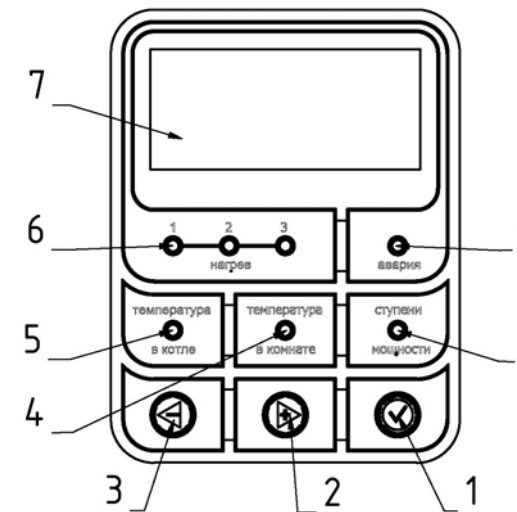

Рис. 5 Панель управления
- ✓ Плата управления (8). Плата анализирует состояние датчика температуры воды, термовыключателя, датчика уровня, датчика температуры воздуха, реле протока (опция). Плата выполняет анализ поступивших сигналов и производит включение или выключение ступеней мощности в зависимости от конкретной ситуации.
- ✓ Плата резервного управления (9), расположена рядом с электронной платой управления и представляет собой планку с разъемами. В случае сбоя в работе платы управления, или выхода ее из строя, до приезда специалистов сервисного центра, прибор можно переключить на работу по механическим датчикам - через плату резервного управления (подробнее см. раздел техническое обслуживание).
- ✓ Плавкий предохранитель (12) предназначен для защиты от короткого замыкания в цепи управления.
- ✓ Набор зажимов (18), предназначена для подключения циркуляционного насоса, стабилизатора напряжения (опция).
- ✓ Автоматические выключатели (13) служат клеммными зажимами, для подключения подводных фазных проводов L1, L2, L3, а также для защиты от перегрузки по току и аварийного отключения ТЭНов,
4.9. Состояние работы прибора отражается на панели управления (Рис. 5). Панель управления содержит следующие элементы:
- ✓ Дисплей (7) отображает параметры работы прибора.
- ✓ Индикатор «нагрев» (6) показывает, Сколько ступеней мощности (от 1-ой до 3-ех) включено, и работает в данный момент.
- ✓ Индикатор режима отображения температуры теплоносителя в приборе (5)
- ✓ Индикатор режима отображения температуры воздуха в помещении (4)
- ✓ Индикатор режима отображения количества разрешенных для включения ступеней мощности (9)
- ✓ Кнопка уменьшения показаний (3) / прокрутки меню (⇐)
- ✓ Кнопка увеличения показаний (2) / прокрутки меню (⇒)
- ✓ Кнопка выбора (1) / входа в меню (✓)
- 7.11. На дисплей выводиться текущая информация о состоянии прибора. С помощью кнопок на панели управления обозначенных (⇐) и (⊕) (Рис.5) (2),(3), можно изменять отображаемые параметры работы, переключаясь между текущими значениями параметров «температура в котле», «температура в комнате», «ступени мощности», свечение индикаторов (5),(4),(9) указывает на отображаемый в данный момент параметр.
- 7.12. Для изменения уставки отображаемого параметра необходимо нажать на кнопку выбора (✓) (1) (Рис.5), перед цифрой на индикаторе появляется нижний пробел (например: _25), это означает, что прибор перешёл в режим изменения уставки, далее с помощью кнопок (⇐) и (⊕) (2),(3), можно задать требуемую уставку параметра. Для выхода из режима установки необходимо еще раз нажать на кнопку (✓), либо подождать ~ 10 секунд.